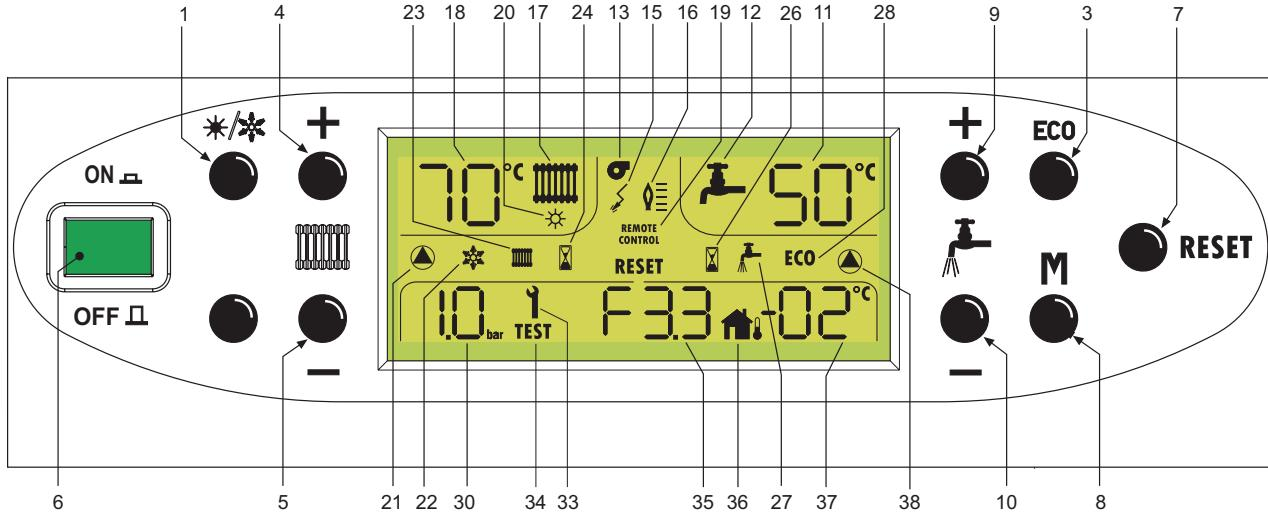

fig. 1
Per inserire o disinserire la funzione **comfort** è sufficiente premere il pulsante (3 - fig. 1).
Per il ripristinarla bisogna premere il tasto Reset (7 - fig. 1).
Durante il funzionamento, il display visualizza la temperatura acqua calda sanitaria in uscita dalla caldaia. Quando si agisce sui tasti (9 e 10 - fig. 1) il display visualizza brevemente la temperatura di regolazione che si sta impostando.
Durante il funzionamento, il display visualizza la temperatura acqua calda riscaldamento in uscita dalla caldaia. Quando si agisce sui tasti (4 e 5 - fig. 1) il display visualizza brevemente la temperatura di regolazione che si sta impostando.
Caldaia funzionante in modalità TEST (massima potenza). Per attivare la modalità TEST tenere premuto i tasti "+" e "-" multifunzione (9 e 10 - fig. 1) per 5 secondi. Per uscire premere i medesimi tasti per altri 5 secondi. Il funzionamento TEST si disattiva automaticamente dopo 15 minuti.
- Premere il tasto ON/OFF (vedi fig.1)
Premere il tasto ON/OFF (vedi fig. 1).
Per impostare la temperatura di mandata impianto, premere il tasto 4 di fig. 1 per aumentarla ed il pulsante 5 - fig. 1 per diminuirla.
Per impostare la temperatura sanitario, premere il tasto 9 di fig. 1 per aumentarla ed il pulsante 10 di fig. 1 per diminuirla.
Per selezionare una delle due modalità è sufficiente premere il tasto  (1 - fig. 1).
Premendo una volta il tasto "M" viene visualizzata la curva di compensazione (da 1 a 10) ed è possibile modificarla con i tasti "+" e "-" multifunzione (9 e 10 - fig. 1). Premendo un'altra volta il tasto "M" si accede allo spostamento parallelo delle curve, modificabile con i tasti "+" e "-" multifunzione.